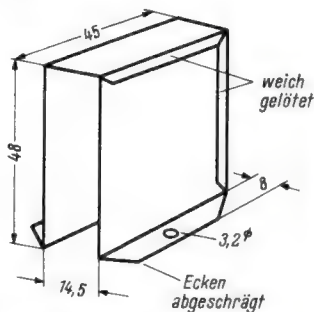

Bild 11. Halterung für Batteriesatz; Material: Weißblech 0,2 mm, die Hauptmaße sind Innenmaße
- Weißblech zur Batteriebefestigung (Bild 11)
Auf der Unterseite Bild 9 erkennt man rechts den aus vier Germaniumdioden zusammengestellten Tonfrequenz-Gleichrichter. Die Doppelschelle links hält die beiden Transistoren; dadurch ist gleichzeitig Gewähr gegeben, daß beide stets auf gleicher Temperatur liegen und somit die Brücke im Gleichgewicht bleibt. Bild 10 zeigt eine weitere Ansicht des mechanischen Aufbaues, Bild 11 eine Skizze der Batteriehalterung.